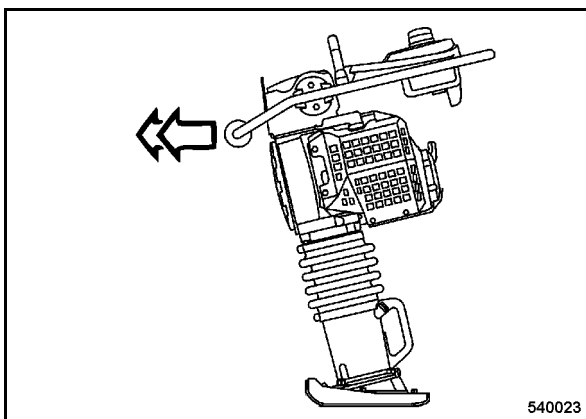

рис. 18
- Влиять на скорость продвижения можно нагрузкой бугеля (рис. 18).